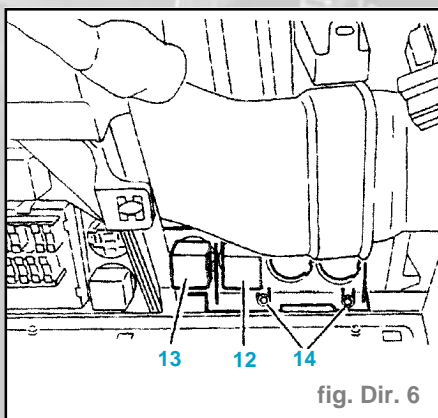

fig. Dir. 6
- les connecteurs (5), (6), (8), (9).
- Déposer : (fig. Dir. 6)
- les relais (12), (13),
- les vis (14).